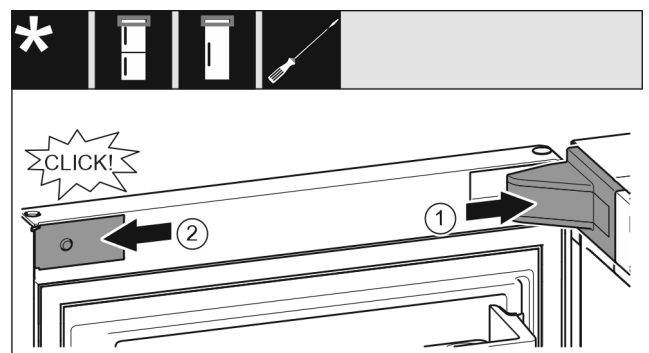

Fig. 21
- ▶ Lagerbockabdeckung Fig. 21 (1) aufsetzen und einrasten, ggf. vorsichtig auseinanderdrücken.
- ▶ Blende Fig. 21 (2) seitlich ansetzen und einrasten.